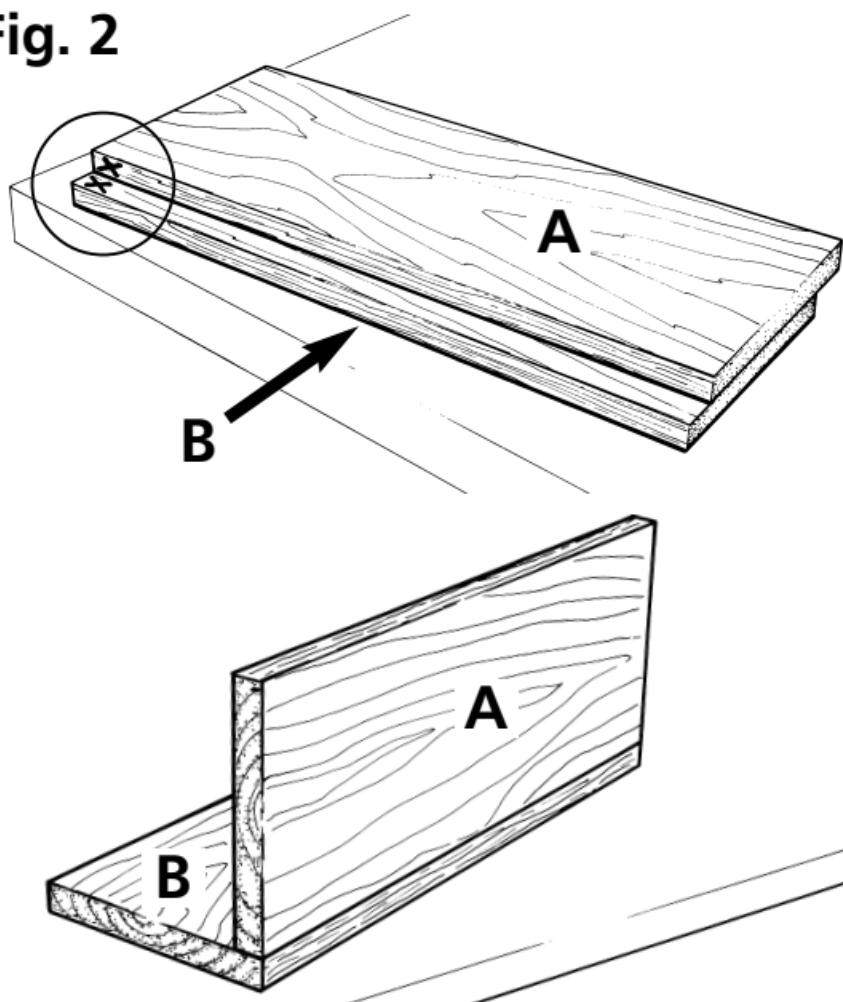

Fig. 3
2. Assemblages plans (**figure 3**):